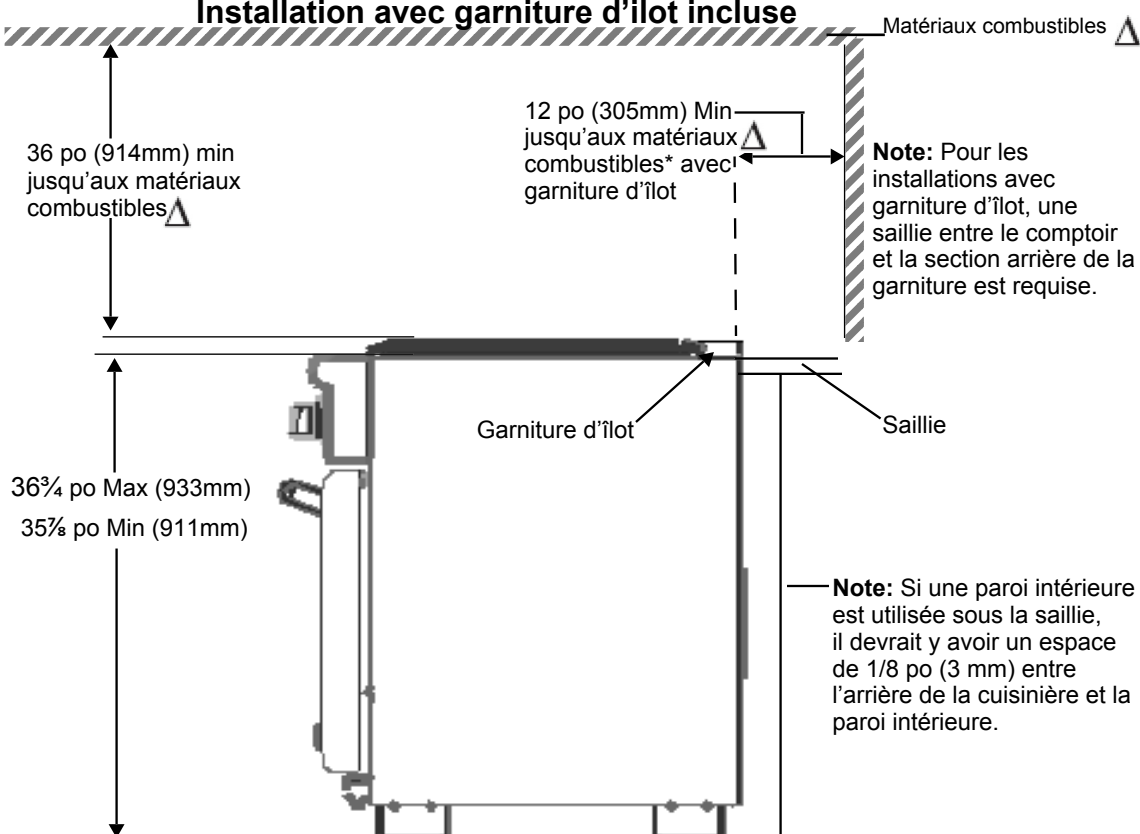

FIGURE 2: Vue latérale des espaces libres
- Le devant de la cuisinière ne doit pas être encastré plus profondément que les armoires (voir *Figure 2*).